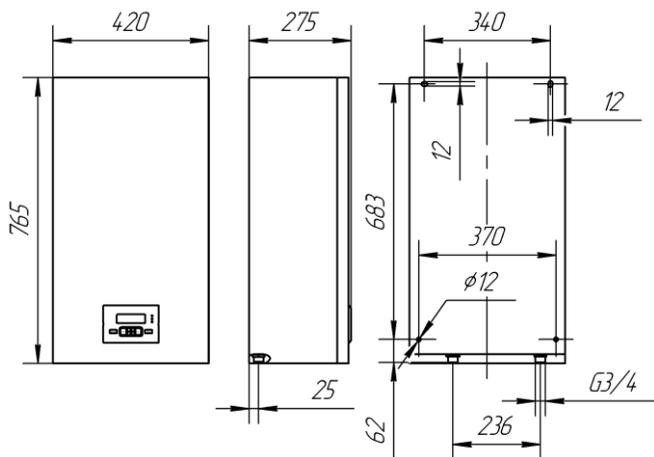

Рисунок 11.
6.1.11 Прибор должен навешиваться на стены, достаточно прочные перегородки и т. п. Прибор крепится через отверстия в задней панели с использованием двух шурупов 8x50, дюбелей 10x60 и плоских шайб. Разметка отверстий под крепление прибора приведена на рис. 11 вид сзади.